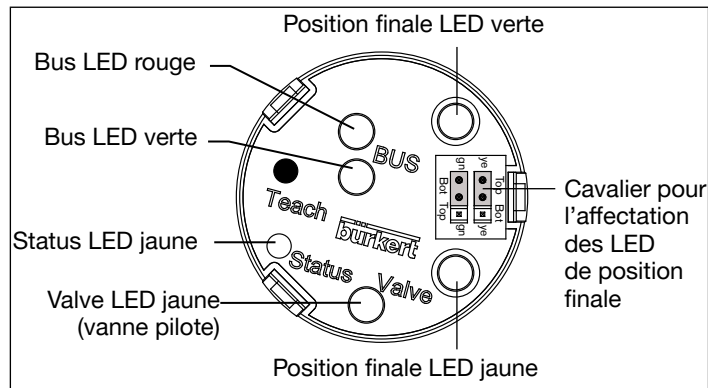

Fig. 17 : Description d'affichage d'état LED - Interface AS
4) Réglage des couleurs en usine. Réglable par cavalier (voir « Fig. 17 »).